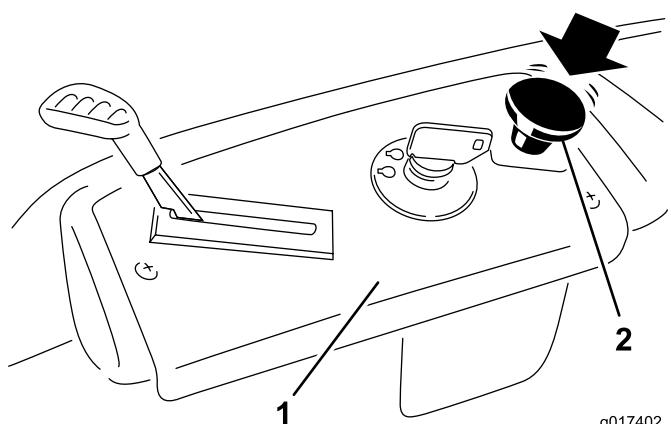

Bild 15
Drücken Sie den Zapfwellenantriebsschalter nach unten, bewegen Sie ihn in die Aus-Stellung und kuppeln Sie die Messer aus (Bild 15).
- Kuppeln Sie die Messer aus, indem Sie den Zapfwellenantriebsschalter in die Aus-Stellung stellen (Bild 15).